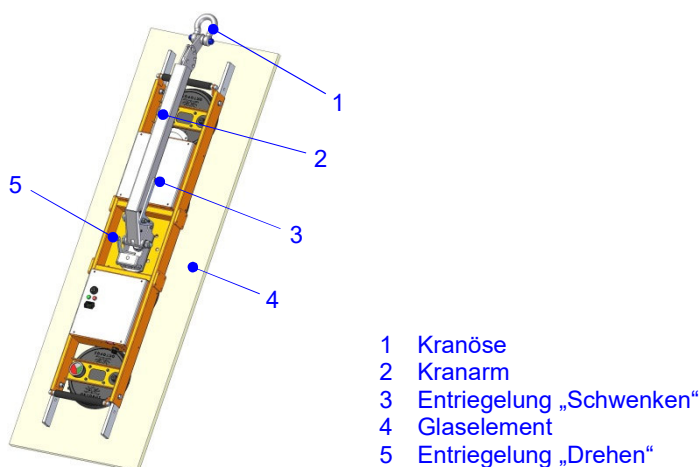

Abb. 9: OKTOPUS® GLASS-Jack GL-LN 600 mit vertikalem Glaselement
Um ein unbeabsichtigtes Drehen der Last zu vermeiden, muss sichergestellt sein, dass der Entriegelungshebel „Drehen“ (s. Abb. 9) eingerastet ist. Der Entriegelungshebel „Schwenken“ muss gelöst sein und der Kranarm senkrecht stehen!
Um ein unbeabsichtigtes Drehen oder Schwenken der Last zu vermeiden, muss sichergestellt sein, dass die Entriegelungshebel (s. Abb. 9) eingerastet sind!
- ⇒ Lösen Sie die Entriegelung „Drehen“ (s. Abb. 9) und drehen Sie die Last in die gewünschte Position. Lassen Sie anschließend den Entriegelungsgriff wieder einrasten.
Versuchen Sie niemals die Entriegelung „Schwenken“ (s. Abb. 9) zu lösen, wenn diese unter Last steht! Dies würde zu einem unkontrollierten „nach unten kippen“ der Last führen!
- ⇒ Lösen Sie die Entriegelung „Schwenken“ (s. Abb. 9) und führen Sie die Last in die horizontale Position.